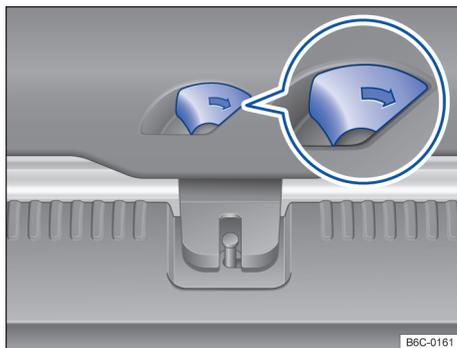

Fig. 63 No compartimento de bagagem: destravar a tampa traseira.
- Deslocar a alavanca de destravamento no sentido da seta → Fig. 63, para destravar a tampa traseira.